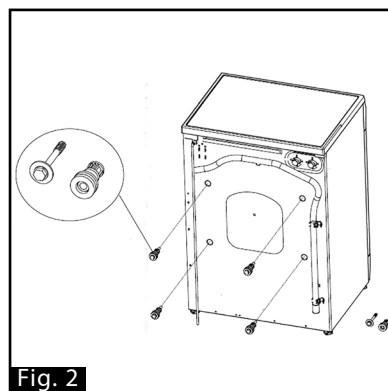

Fig. 2
1. Afloje todos los pernos y espaciadores de plástico (incluidos los ojales de goma) con una llave inglesa y retírelos (Fig. 2).